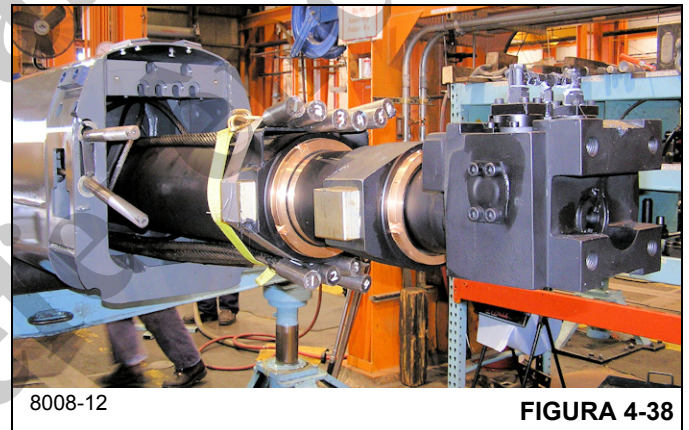

FIGURA 4-38
- 45. Introduza inteiramente o telescópio 4 (5) no telescópio 3 (4), assegurando-se de que o cilindro telescópico (6) passe através da parte traseira do telescópio 3 sem danificar o telescópio 3 e o cilindro telescópico (consulte a Figura 4-38).